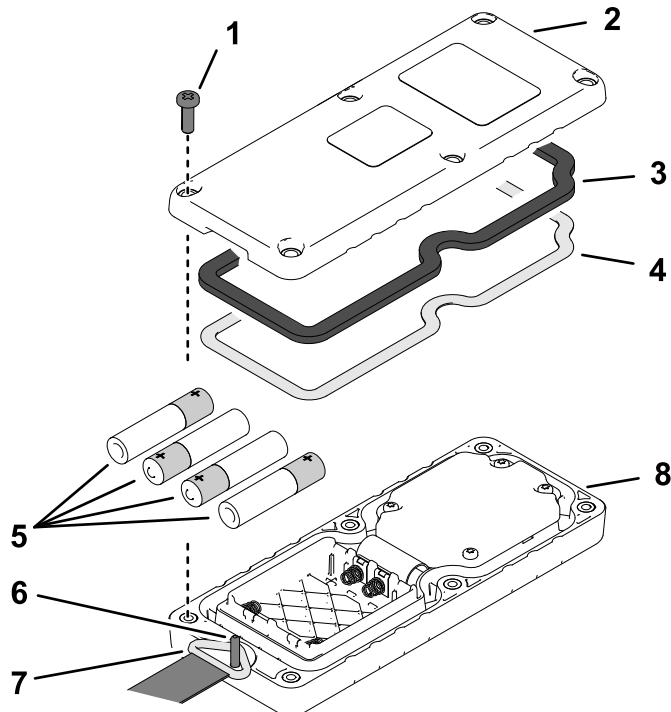

図 7
1. ハンドヘルドリモートのカバー片を止め付けているねじ 6 本を外して黒いカバーを取り外す 図 7。
3. スチール製ガスケットとゴム製シール 図 7 が前側カバーの溝に適切に嵌っていることを確認する。
4. 下げひものピンにリングを掛ける 図 7。
5. ケースにふたを合体させ、ねじ6本で固定する 図 7。